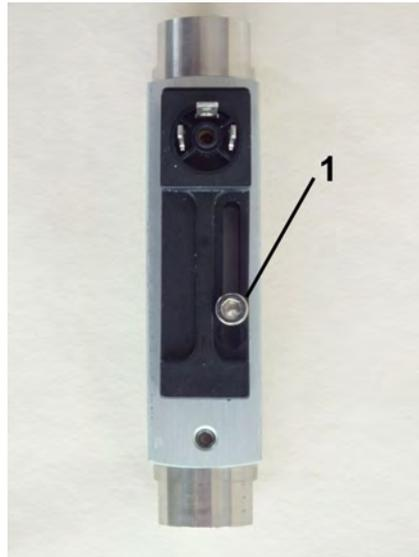

Abb. 32: Feststellschraube lösen
2. ➔ Die Feststellschraube des Schaltkontaktes (Abb. 32/1) mit einem Sechskant-Schraubendreher lösen.
6. ➤ Feststellschraube des Schaltkontaktes (Abb. 32/1) mit einem Sechskant-Schraubendreher wieder anziehen. Dabei Schrauben-Anziehdrehmoment beachten.